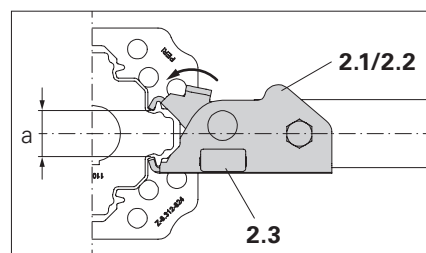

Fig. A2.05
2. Innestare il connettore a cuneo nelle scanalature del MULTIPROP MP (1). (Fig. A2.05)
→ Ora il telaio MP MRK (2) è installato sul MULTIPROP MP (1). (Fig. A2.05)
- Sul cuneo (2.3) sono incise due sedi scanalate per l'accoppiamento di forza del tubo interno ed esterno con apertura "a" differente. (Fig. A2.05 Apertura "a")